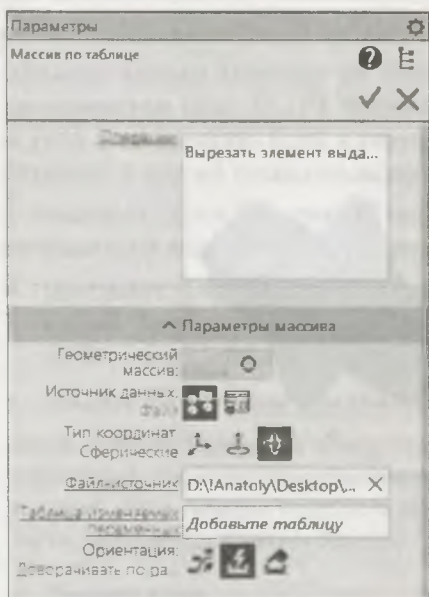

Рис. 21.32. Панель **Параметры: Массив по таблице**
**Массив по таблице** — аналог массива по точкам, но точки экземпляров массива хранятся в виде таблицы в ранее созданном файле. Для создания массива по таблице постройте полусферу радиусом 25 мм с квадратом (рис. 21.32, а) и далее выполните следующие действия:
- ◆ откройте вкладку **Параметры: Массив по таблице** (рис. 21.32) и щелкните на ней по кнопке **Файл-источник** — система выведет диалог **Выберите файл для открытия**, в котором выделите файл формата \*.txt, содержащий координаты точек в сферической системе, и нажмите кнопку **Открыть**;